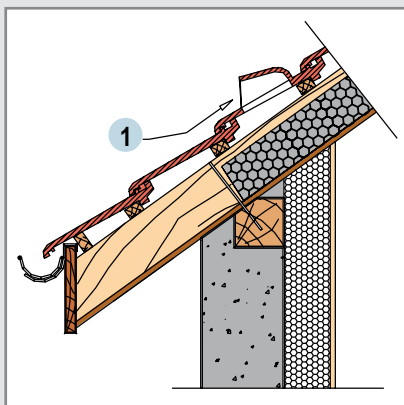
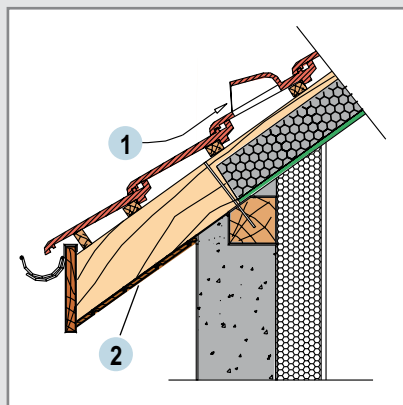
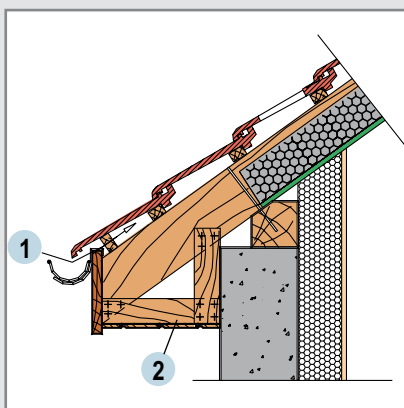

Fig. 9 : Dégorgement de toit avec sous-face
Fig. 10 : Dégorgement de toit sans sous-face
Fig. 12 : Dégorgement de toit avec console
- la continuité ou non de la sous-face (particules, lambris) (fig. 9 - fig. 10).
La ventilation basse de la couverture peut être réalisée par les châtières (fig. 9 et 10) ou par un espace ménagé entre la planche de rive et la couverture (fig. 12).
- Pour les débords supérieurs, il faudra charpenter avec une console (fig. 12).